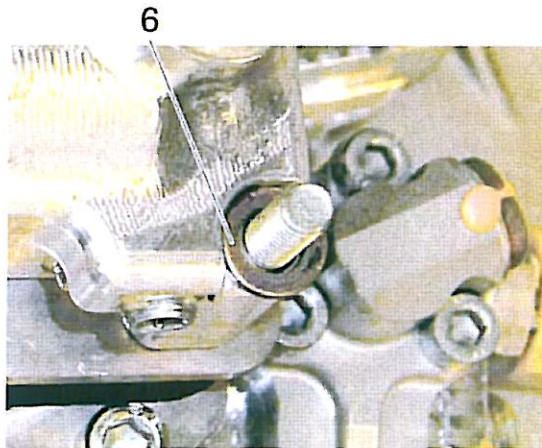

Bild 22
16. Die vier Gewindebolzen jeweils zwei bis drei Windungen oberhalb der Unterlegscheiben (item 6) mit Loctite 243 versehen. Siehe Bild 22.